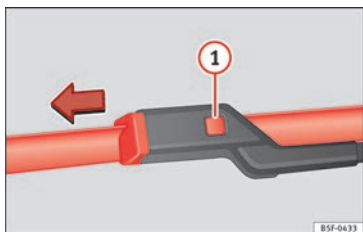

Fig. 75 Remplacement du balai d'essuie-glace avant.
- Appuyez sur le bouton de sécurité ① » » fig. 75.